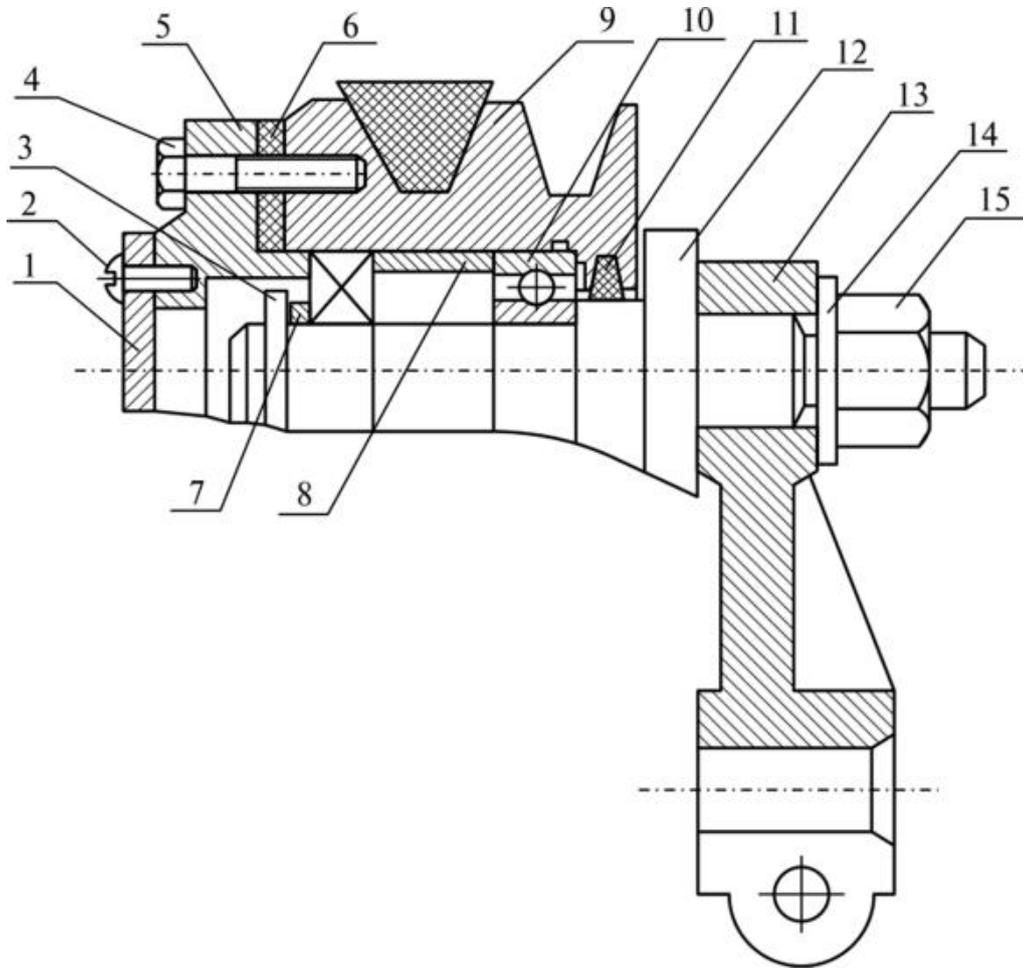

Рисунок 7- Натяжной ролик с входящими в него деталями:
1. Изучить рисунок 7 и составляющие натяжного ролика.